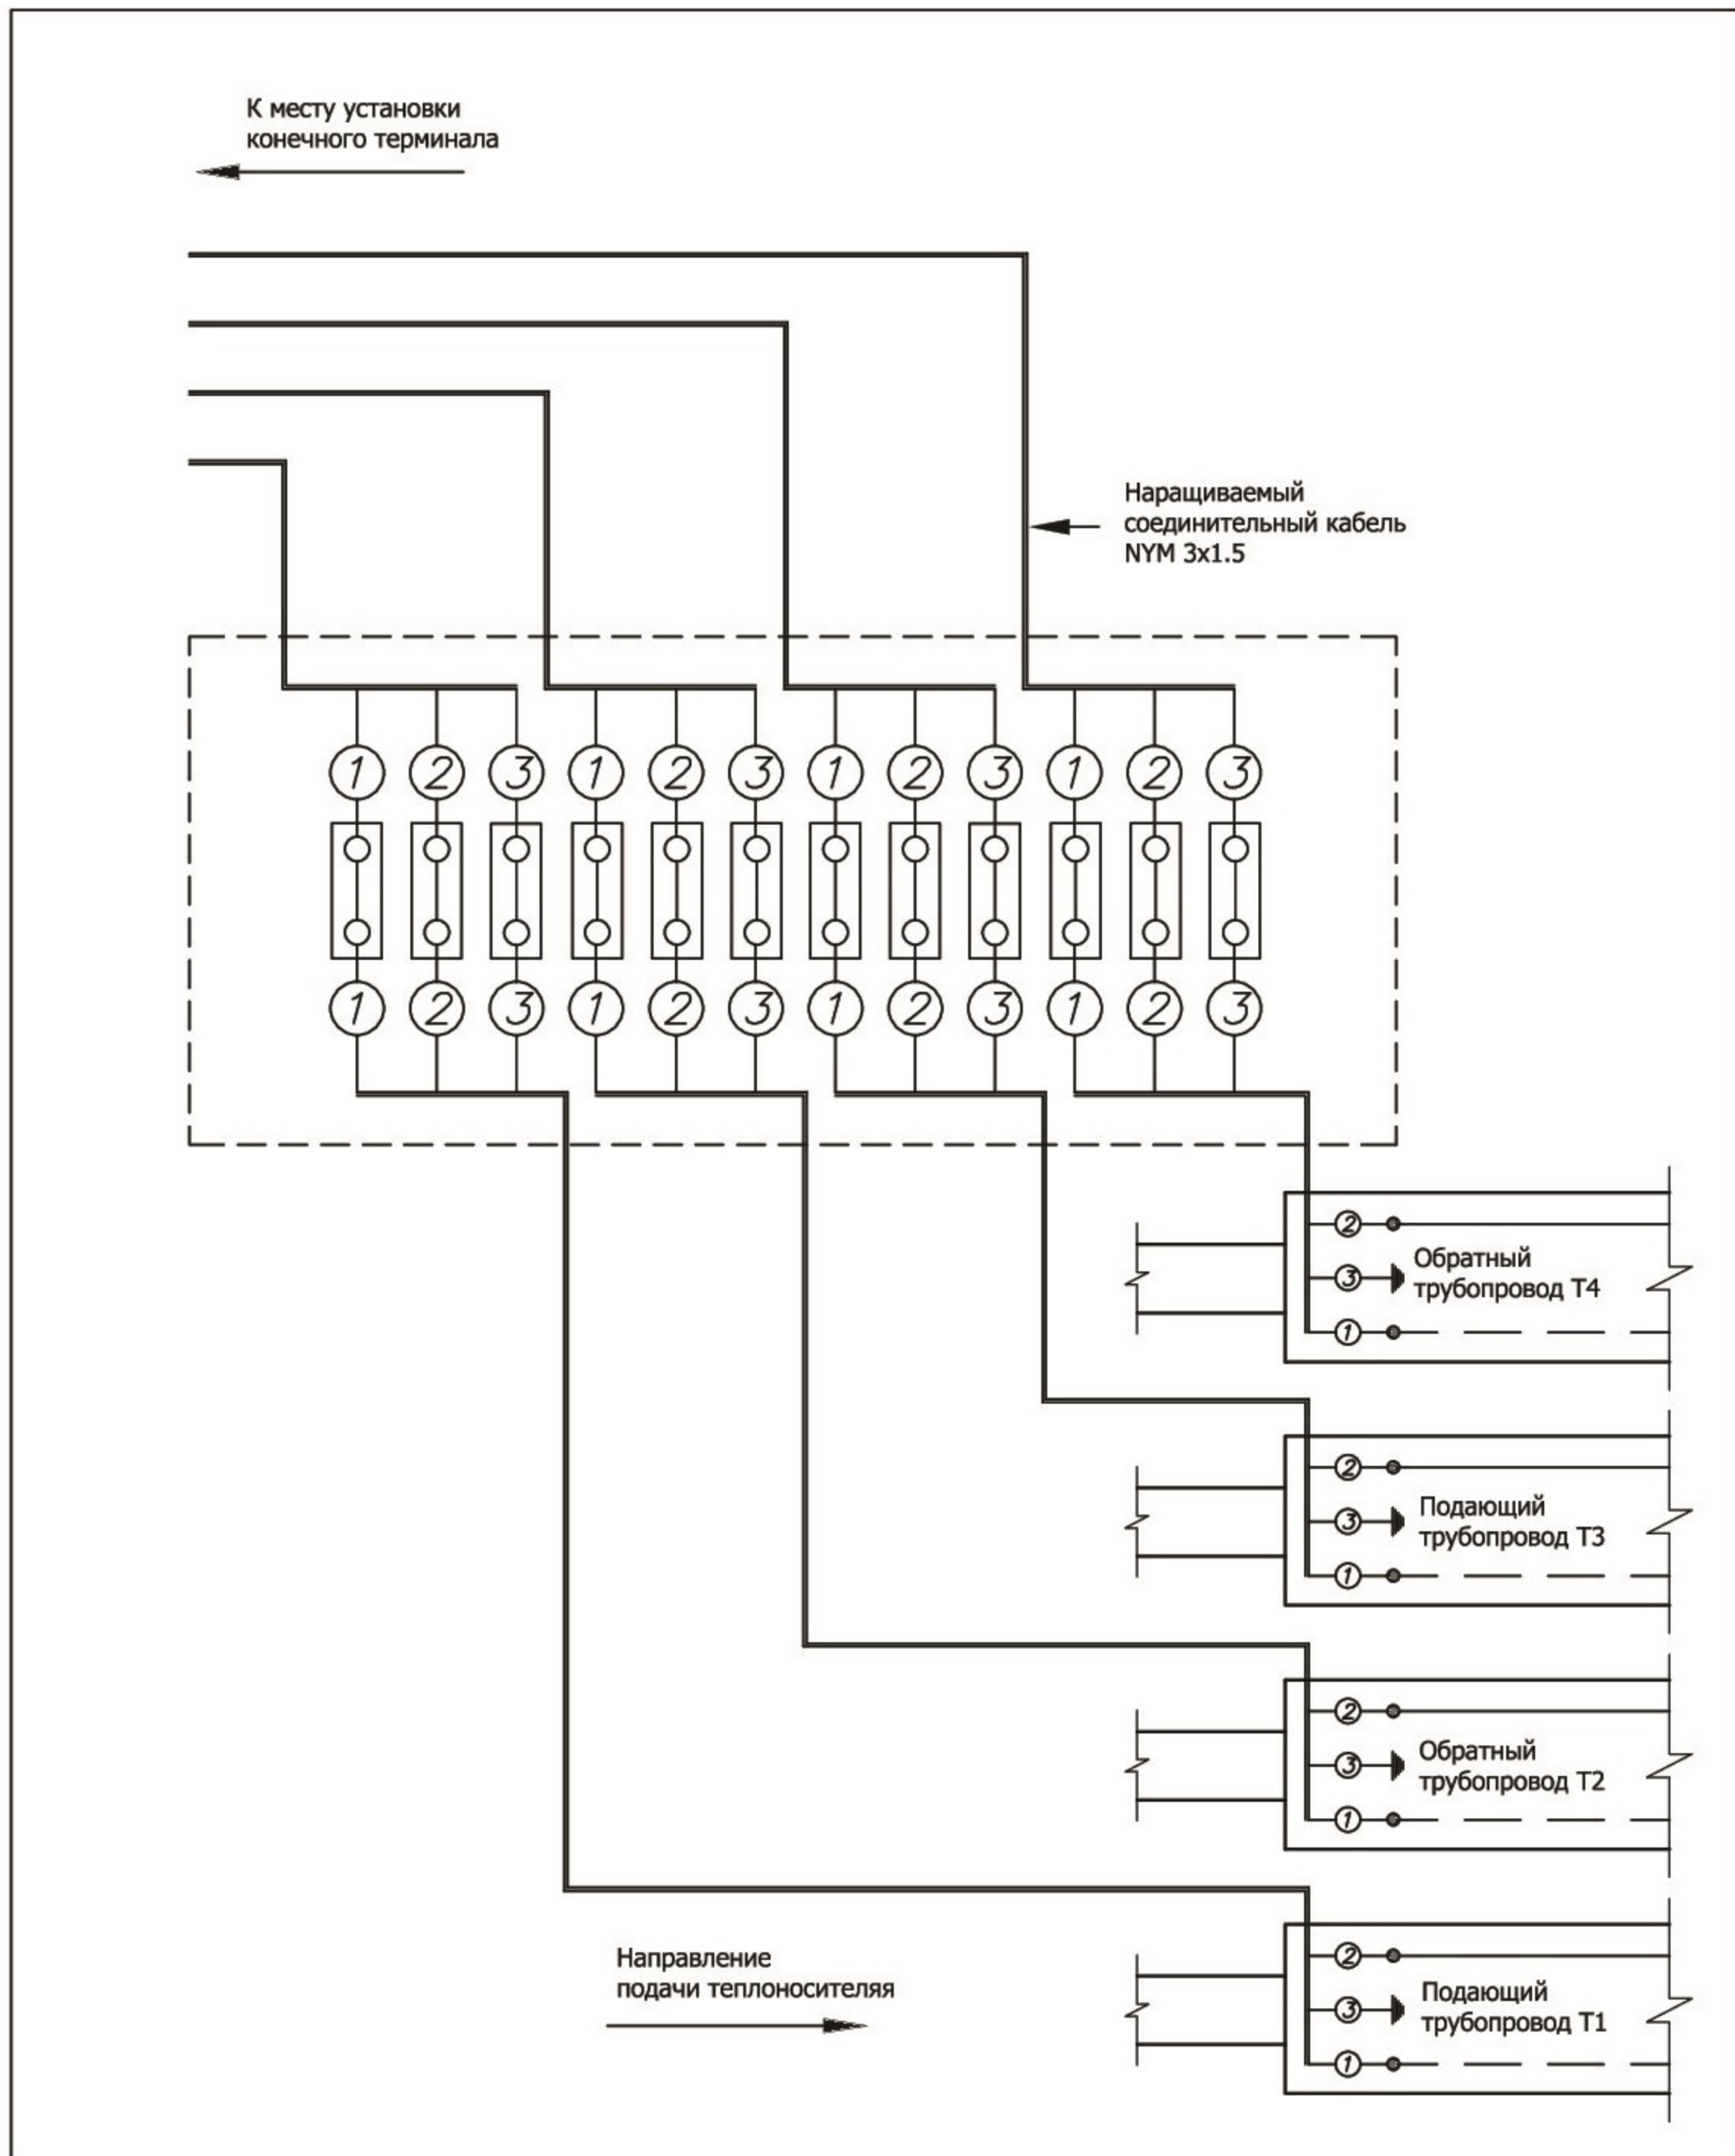

Рис. 9 Подсоединение кабеля к четырехтрубной системе ОДК
9. Для подсоединения (наращивания) кабеля к четырехтрубной системе контроля монтаж проводников внутри терминала осуществлять по электрической схеме – **Рис. 9**.